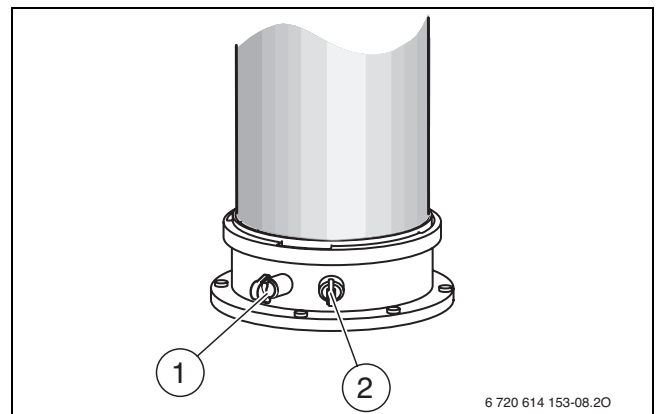

Bild 59
- ▶ Stopfen am Verbrennungsluft-Messstutzen [2] entfernen (→ Bild 59).
- ▶ Stopfen am Abgassmessstutzen [1] entfernen (→ Bild 59).